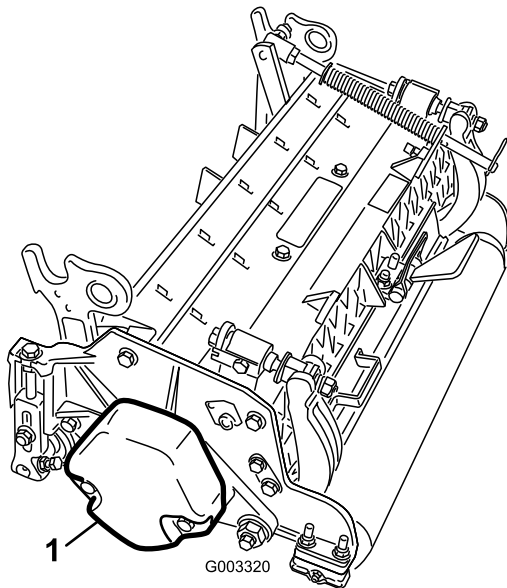

図 9
5. カウンタウェイト(図9)を、決められている側に取り付けるカッティングユニットのオペレーターズマニュアルを参照。